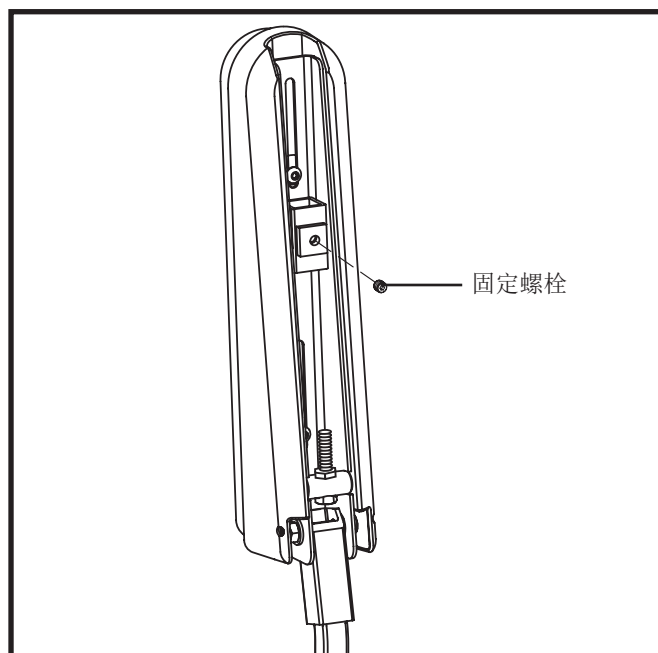

图9. 扶手底部
2. 松开控制器支架上的固定螺栓。见图 9。
5. 松开两侧扶手底部的固定螺栓。见图 9。